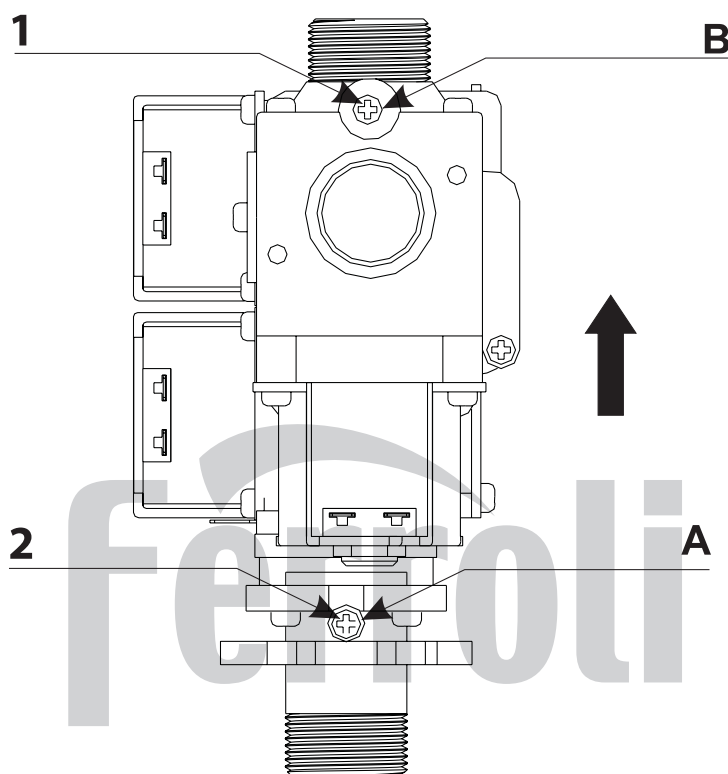

Рис. 21. Газовый клапан
- Открутите винт 1 и подключите газовый манометр к штуцеру замера давления газа «В» на выходе из газового клапана (см. рис. 21);